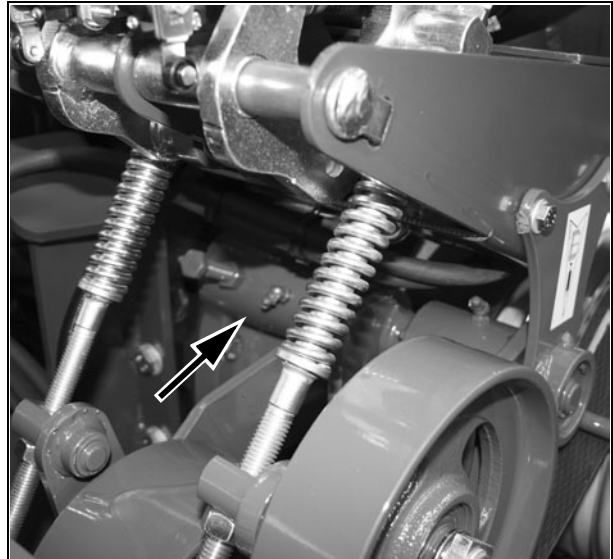

Рис. 44
36.)- Рычаг натяжного устройства ремня привода молотилки Рис. 44